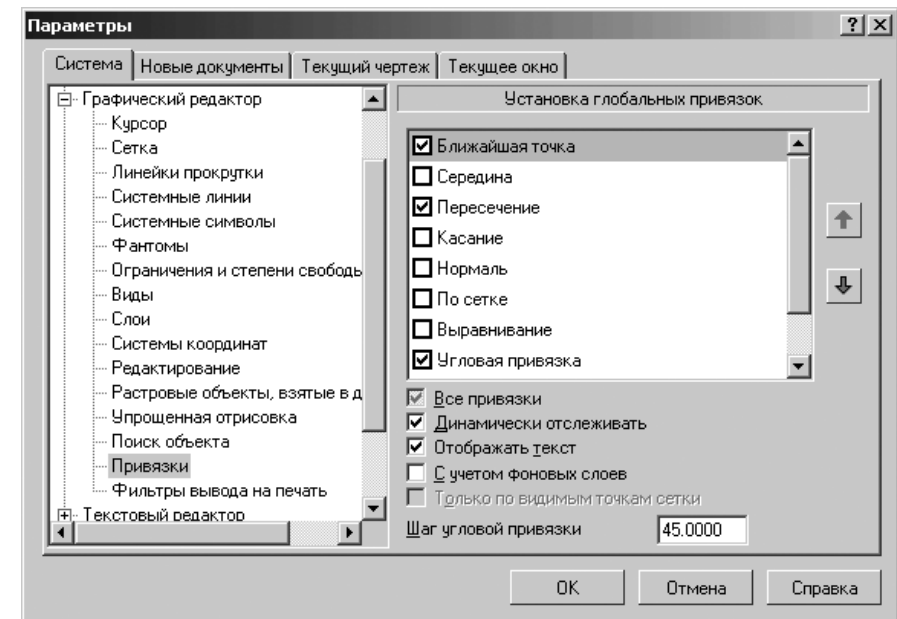

Рис. 9.33. Диалоговое окно **Параметры** с открытой вкладкой **Система** и открытой панелью **Установка глобальных привязок**
- щелкните по пункту **Привязки**. Откроется в правой части диалогового окна панель **Установка глобальных привязок** (рис. 9.33).